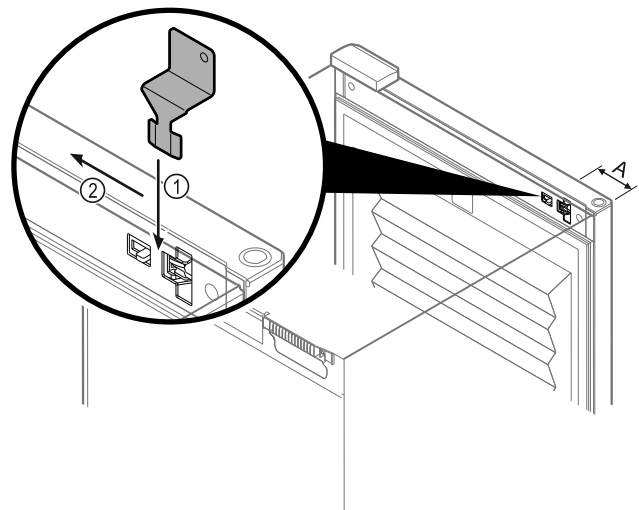

Fig. 138
- ▶ Notentriegelungsschlüssel an vorgegebener Stelle positionieren Fig. 138 (A) \approx 100mm.
- ▶ Notentriegelungsschlüssel zwischen Tür und Gerätekorpus von oben bis zum Anschlag einstecken Fig. 138 (1).
- ▶ Notentriegelungsschlüssel in Richtung Scharnierseite ziehen Fig. 138 (2).